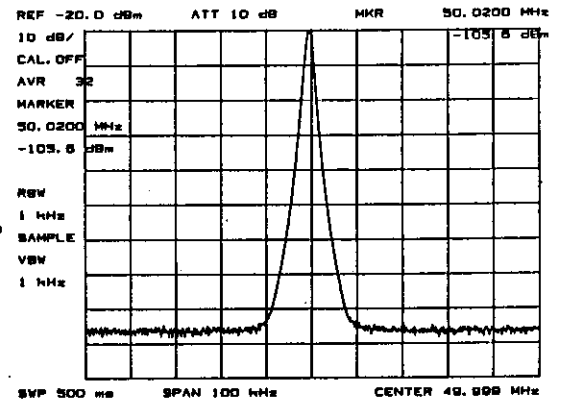

図3-4 マーカを設定する
- MRK → REF マーカのレベルがREF LEVEL になります。(アベレーシング中は不可) [図3-4]